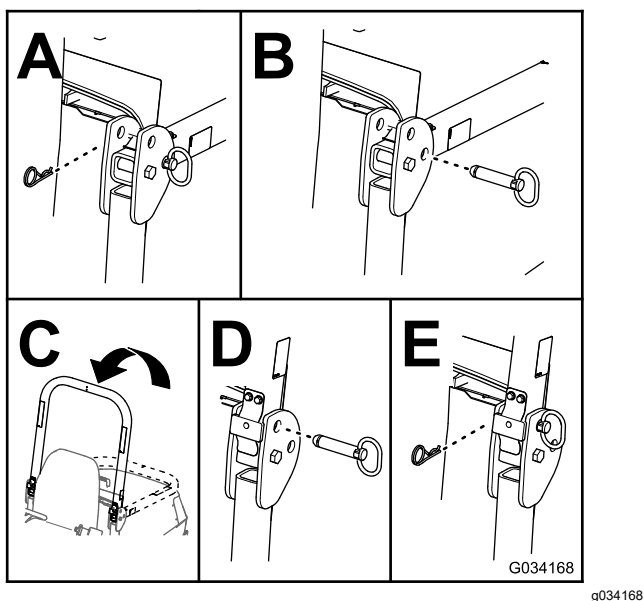

Figura 34
2. Retire las chavetas y los pasadores de la barra antivuelco (Figura 34).
3. Eleve la barra antivuelco y sujétela con los pasadores y las chavetas (Figura 34).